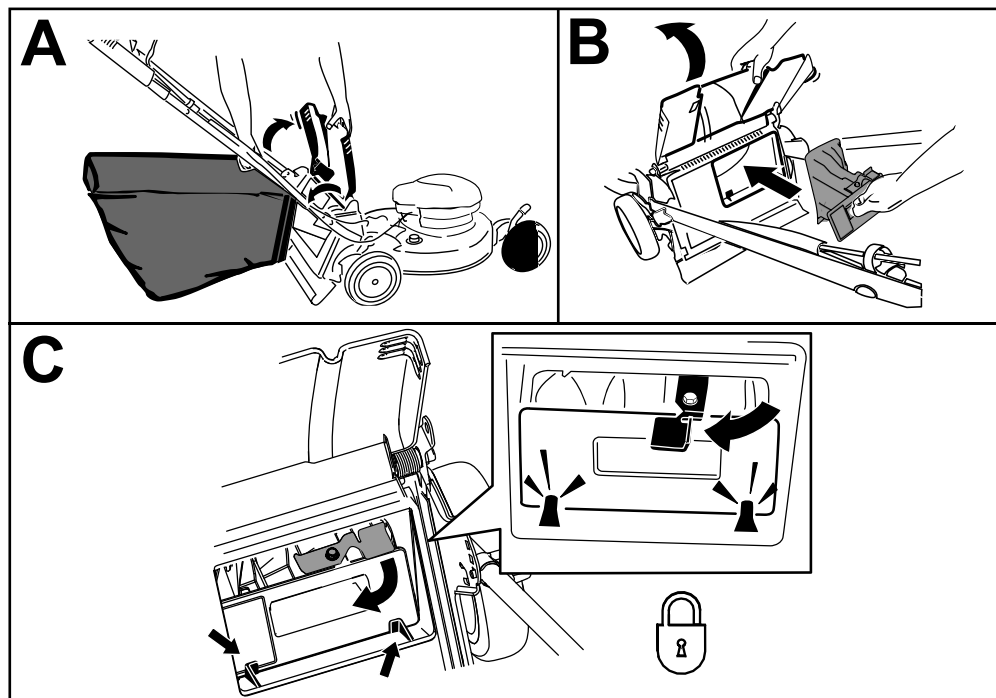

Figure 18
1. Relevez et maintenez le déflecteur arrière dans cette position, puis soulevez le bac à herbe par la poignée pour le dégager des crans des supports de poignée (encadré A de la Figure 18).
2. Installez l'obturateur arrière (encadré B de la Figure 18).
Important: Vérifiez que l'obturateur arrière est verrouillé en place. Pour verrouiller l'obturateur, appuyez fermement dessus jusqu'à ce qu'il s'enclenche en position derrière les pattes, et tournez le levier situé sur l'obturateur vers la gauche (encadré C de la Figure 18).